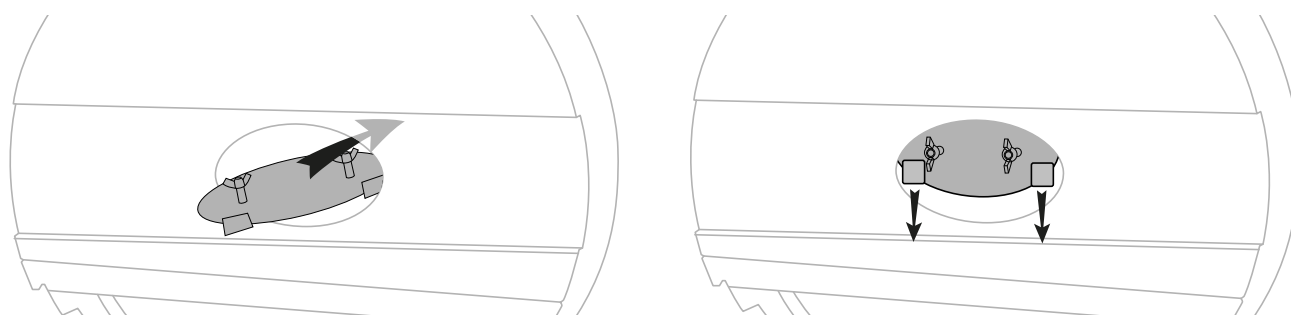

fig. 53 - Montage de la trappe arrière
- Remontage la trappe de la boîte à fumées (*fig. 53, page 72*).